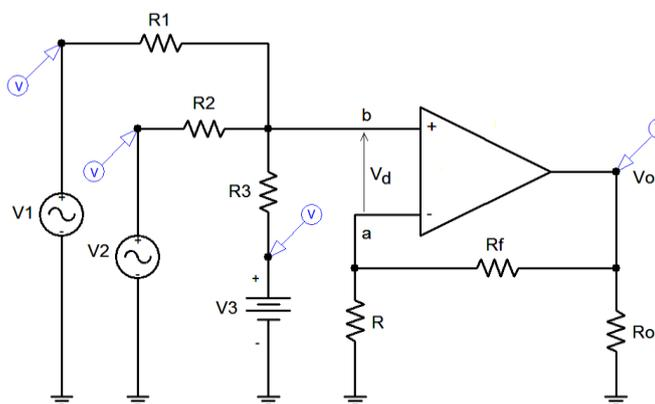

Figura 3.25 – AOP somador não-inversor.
► EF 33 – Projetar um AOP somador de três entradas, as quais são conectadas à sua entrada não inversora, conforme mostra o circuito da Figura 3.25.